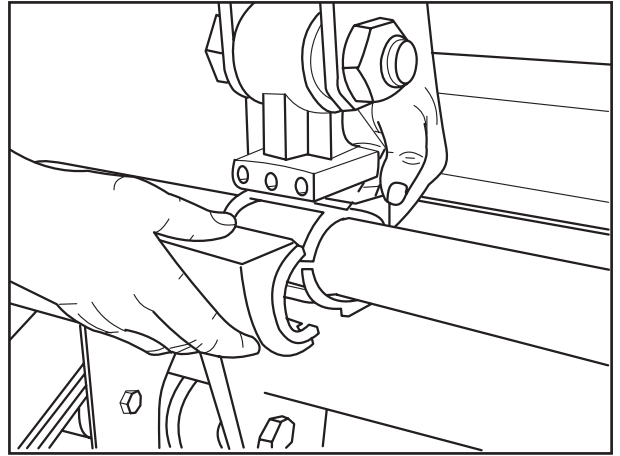

Fig. 7
- [13] Buchsenhälften so ansetzen, dass die Dichtungen in den Nuten liegen (Fig. 7).
[13] Fit on bush halves so that the seals are located in the grooves (Fig. 7).
[13] Placer les demi-douilles de manière à ce que les joints soient mis dans les fraisages (fig. 7).